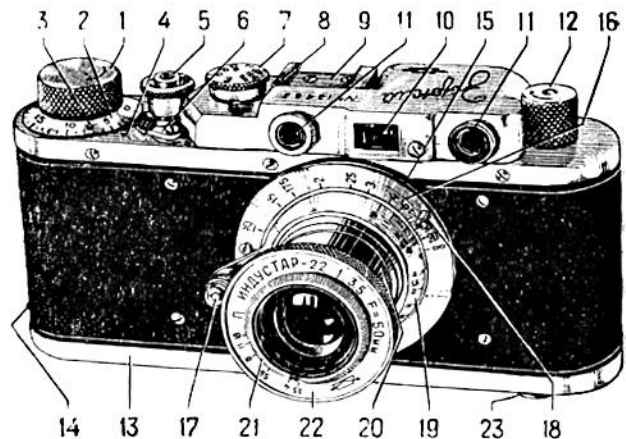

Рис. 1.
(рис. 1).
рукой, а катушку «Б» левой, введите пленку в прорезь «С», равномерно опуская их в гнезда. Если кассета не доходит до места, то слегка поверните головку обратной перемотки 12 (рис. 1).
5. Наденьте нижнюю крышку 13 (рис. 1), плотно прижмите ее и поверните дужку замка 23 по часовой стрелке на пол-оборота. Стрелка замка будет указывать на обозначение «ЗАКР.» Проверьте, замкнута ли крышка, и утопите дужку замка в углублении крышки.
наблюдая при этом, правильно ли тянет механизм пленку и вращается ли головка обратной перемотки пленки 12 (рис. 1).
7. Установите «0» шкалы счетчика 2 против указателя 4 (рис. 1).
В этом случае пленка будет вытягиваться с большим трудом. Прочность пленки может оказаться недостаточной, и она будет рваться зубьями барабана в месте перфорации. Передвижение пленки прекратится, так как зубья барабана будут вращаться в сорванных местах перфорации. Эту ошибку легко обнаружить по отсутствию вращения головки обратной перемотки пленки 12 (рис. 1) и шороха, связанного с движением пленки.
г) Перед зарядкой аппарата, т. е. до опускания приемной катушки и кассеты в гнезда аппарата и введения пленки в прорезь «С», выключатель механизма 6 (рис. 1) после перемотки пленки остался в положении, повернутом по стрелке до буквы «В». В этом случае не будет сцепления валика приемной катушки с зубчатым барабаном и при поворачивании головки заводного механизма 1 (рис. 1) пленка из кассеты будет вытягиваться без участия зубчатого барабана. Так как пленка протягивается через щель «С» с некоторым натягом, конец пленки, укрепленный под пружину приемной катушки, в некоторых случаях может быть вырван.